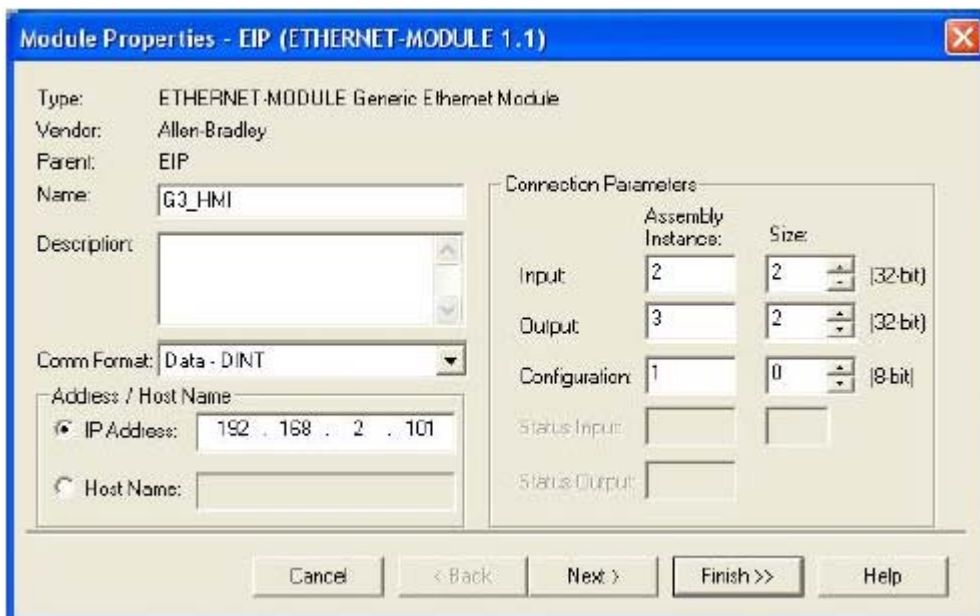

FIG. 73. Ethernet modulegenskaper
- d. Klicka på OK. Detta kommer att öppna fönstret Module Properties. Se FIG. 73.
- e. Mata in ett beskrivande namn i Name-fältet... för att identifiera modulen. Se FIG. 73.
1. **Ethernetinställningar.** Ställ in IP-adressen på 192.168.2.101. Detta ska matcha adress/hostnamnet som matades in i FIG. 73.